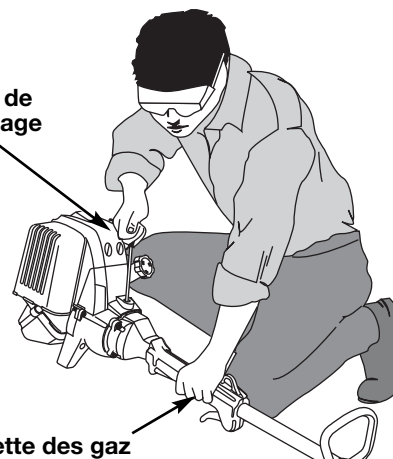

Fig. 11
AVERTISSEMENT: évitez tout démarrage accidentel. Tenez-vous en position de démarrage lorsque vous tirez sur la corde de démarrage (Fig. 11). L'opérateur et l'appareil doivent tous deux être en position stable pour éviter des blessures graves. Vérifiez la bonne installation de l'accessoire avant le démarrage de l'appareil.
5. Levez-vous en position de départ et **n'appuyez pas sur la manette des gaz** (Fig. 11). Tirez sèchement sur le cordon de démarrage jusqu'à 5 à 10 fois.